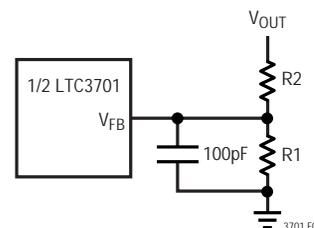

図6. 出力電圧の設定
LTC3701の出力電圧はそれぞれ、出力コンデンサ両端に注意深く配置した外付け帰還抵抗分割器によって設定されます(図6を参照)。その結果生じる帰還信号は、誤差アンプにより内蔵の0.8Vリファレンスと比較されます。安定化された出力電圧は次式から求められます。
0.1/0.03 = 3.3Aです。ショットキ・ダイオードMBRS340T3を選択します。3.3A流れると、ダイオードの順方向電圧は0.4Vになります。したがって、ダイオードのワーストケース消費電力は1.32Wです。 $D_{FB1}$ と $D_{FB2}$ を追加すると(図6)、ダイオードの消費電力は約0.66Wに低減されます。